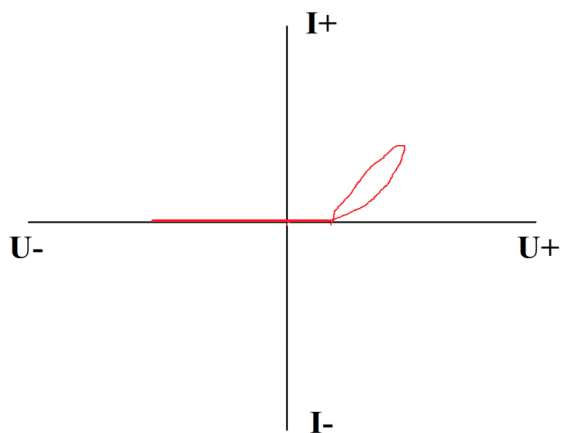

Рисунок 11.. Внешний вид графика ВАХ соединения конденсатора и диода.
- Соединение конденсатора и диода будет выглядеть следующим образом (Рисунок 11):